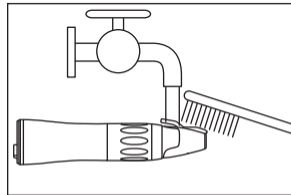

Fig. 11
1) Nettoyez la partie externe de la pièce à main sous l'eau courante à l'aide d'une brosse souple (non métallique) (Fig. 11).